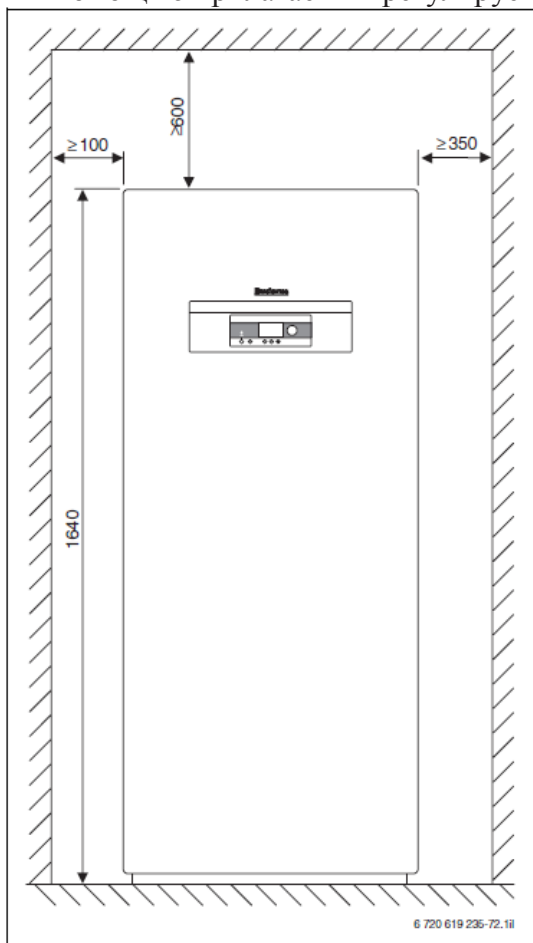
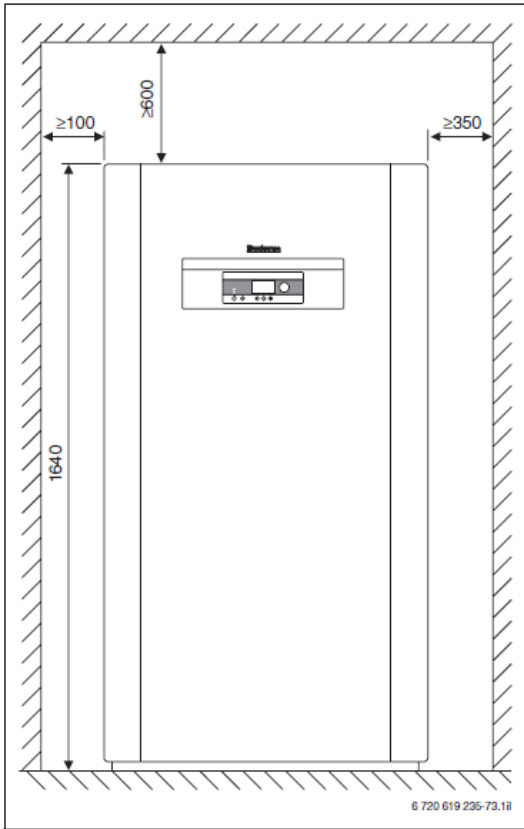

Рисунок 67 Установочные размеры тепловых насосов Logatherm WPS 22-33 (указаны в мм)
Рисунок 68 Установочные размеры тепловых насосов Logatherm WPS 43-60 (указаны в мм)
- Установочные размеры (→ Рисунок 67 и Рисунок 68)